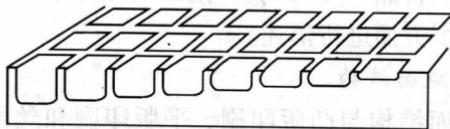

图 1-8 只有网穴的深度变化的凹版
(1) 凹版版面上的网穴开口不变, 网穴的深度变化, 图像阶调层次亮的部位, 雕刻的网穴浅; 反之, 图像阶调层次暗的部位, 雕刻的网穴深。这类网穴结构如图 1-8 所示。